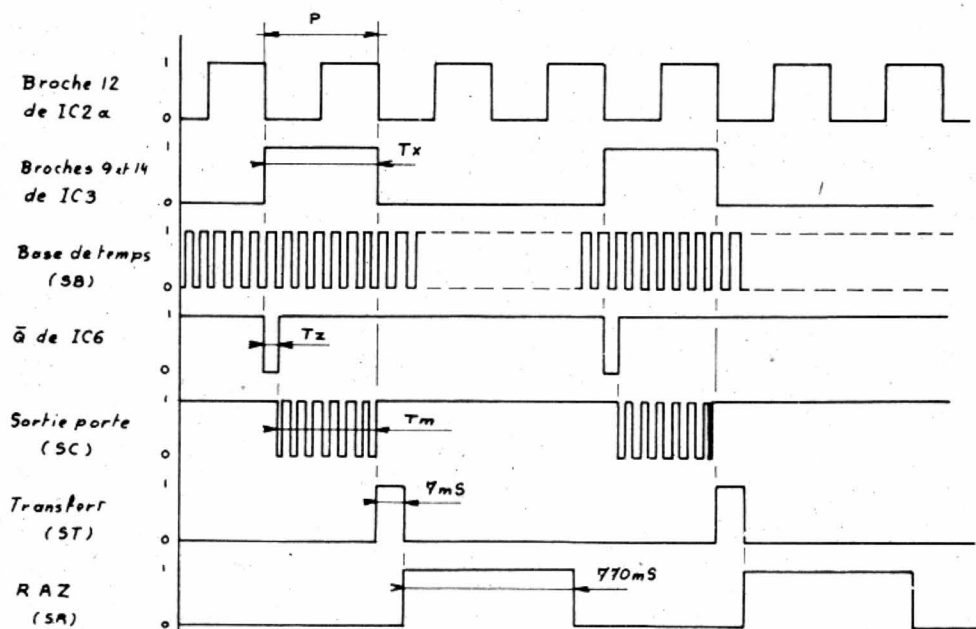

Fig. 2. – Chronogramme des principaux signaux d livr s par le CX 2.
élément (IC_{3a}) est monté en diviseur par 2. Le deuxième permet de positionner correctement la sortie de IC_{3a} afin qu'elle ne délivre qu'une seule impulsion positive entre deux remises à zéro du dispositif. Comme le montre la figure 2, la sortie de la commande de porte (Q de IC_{3a}) n'est à l'état « 1 » que pendant un temps égal à la période du signal produit par l'oscillateur entre deux remises à zéro du circuit. On peut ainsi se rendre compte par l'examen du chronogramme que $T_x = P$. La porte (IC_{2b}) est reliée à la sortie de la base de temps (SB), à celle de la commande de porte et, enfin, au circuit de compensation de zéro. Le CX 2 est en effet doté d'un circuit permettant d'annuler les effets de la capacité parasite d'entrée. Ce circuit est constitué d'un monostable intégré du type 74121 (IC₆) dont l'entrée est reliée à la sortie Q de IC_{3a}. Comme le montre la figure 2, la sor-
Nous en avons terminé avec l'analyse des circuits de fonctions du CX 2 et vous conseillons vivement de vous reporter au chronogramme de la figure 2 si certains points de ce qui précède vous semblent obscurs.